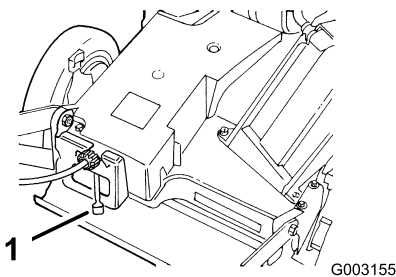

Figura 13
- Mueva el control de velocidad sobre el terreno a la posición de Punto muerto (N) (Figura 13).
El cortacésped tiene 3 velocidades sobre el terreno. 1 es velocidad lenta, 2 es velocidad media, y 3 es velocidad rápida. El control de velocidad sobre el terreno está ubicado en la parte trasera de la cubierta de la correa (Figura 13).